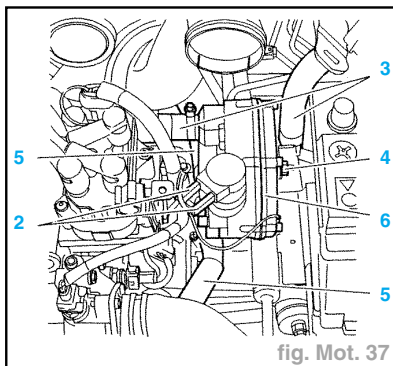

fig. Mot. 37
- Déconnecter les connecteurs (2) (repérer les polarités) (fig. Mot. 37).
- Désaccoupler les durites (3).
- Déposer l'écrou (4).
- Désaccoupler les durits (5).
- Déposer (fig. Mot. 37 bis) :
- les deux entretoises (1),
- la tôle déflectrice (2).
fig. Mot. 37 bis